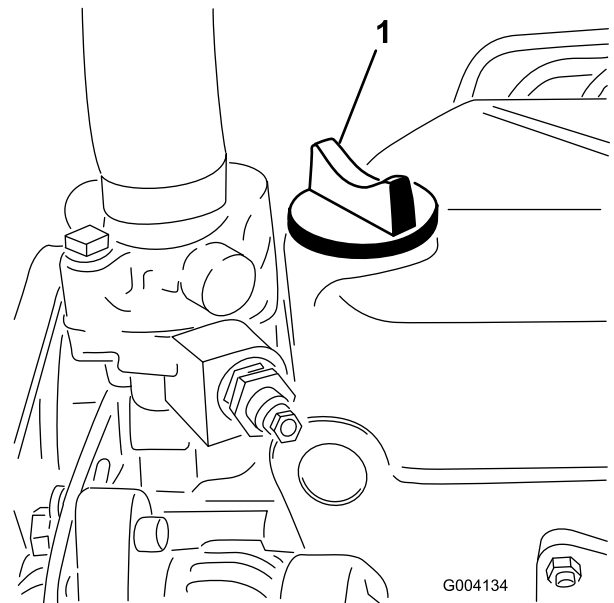

図 34
5. オイルの量が不足している場合は、補給キャップ（図 34）を取り、Full 位置までオイルを補給する。